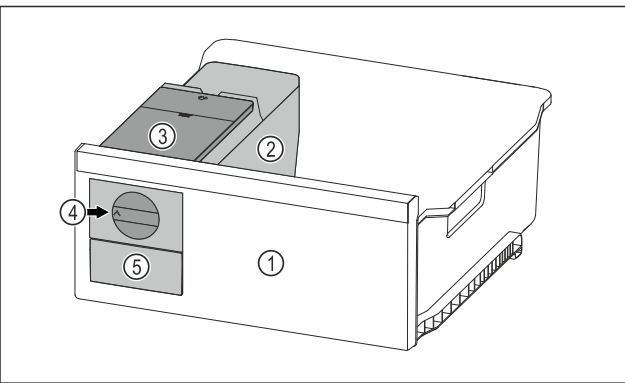

Fig. 137 Immagine a titolo di esempio
- Ruotare la manopola *Fig. 137 (4)* verso destra finché non si arresta.
- I cubetti di ghiaccio cadono dalla ciotola dei cubetti di ghiaccio nel cassetto dei cubetti di ghiaccio *Fig. 137 (5)*. Se non tutti i cubetti di ghiaccio fuoriescono dalla ciotola dei cubetti di ghiaccio: